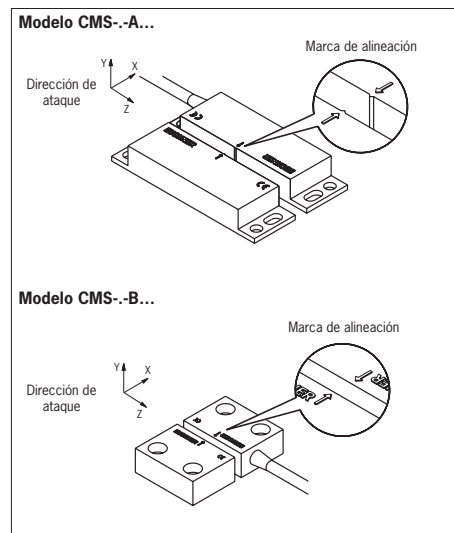

Figura 1: Alineación de la cabeza de lectura y el actuador
La cabeza de lectura y el actuador pueden montarse en cualquier posición. Asegúrese de que ambos estén alineados (véase Figura 1).
- ▶ Sus superficies activas estén completamente enfrentadas cuando el resguardo esté cerrado (véase Figura 1).
▶ Si la velocidad de ataque entre la cabeza de lectura y el actuador es reducida, se recomienda evitar la dirección de ataque Z (véase Figura 1).